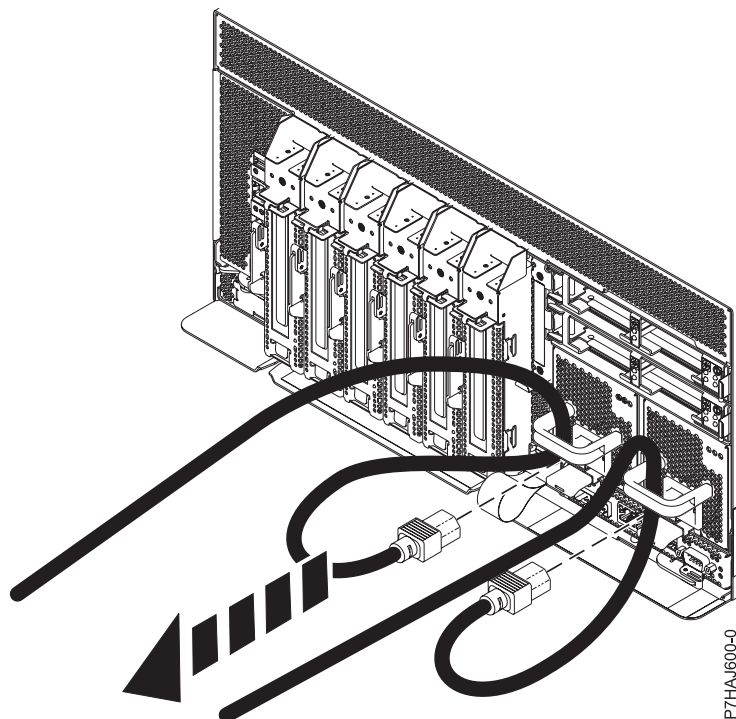

Figure 60. Retrait des cordons d'alimentation
3. Déconnectez les cordons d'alimentation de l'unité centrale comme illustré dans figure 60.